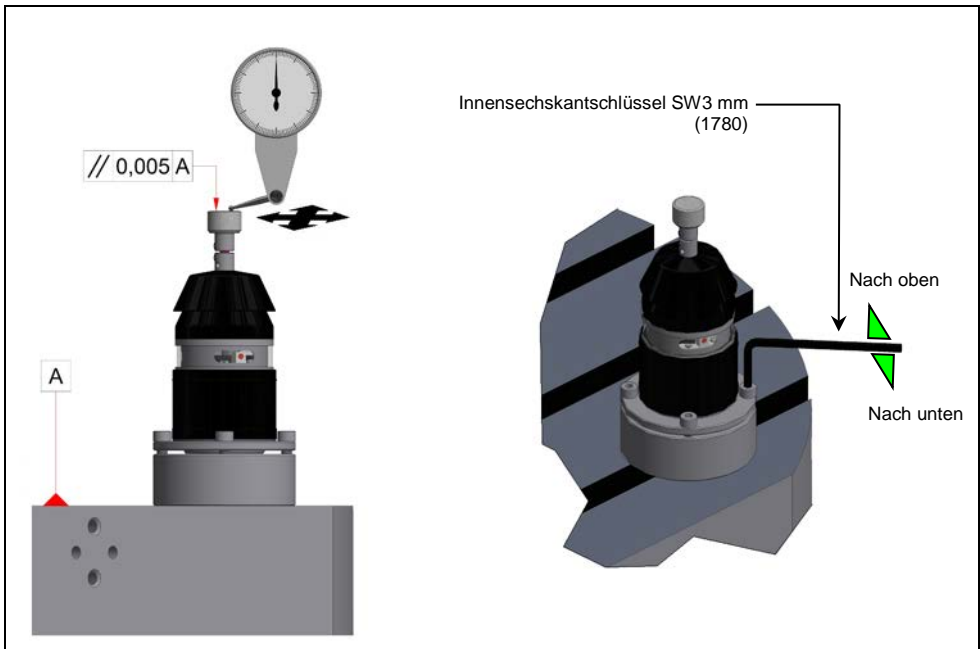

Abb. 17 Messeinsatz ausrichten
Zum Ausrichten des Messeinsatzes wird mit in der Spindel installiertem Fühlhebelmessgerät die Messfläche des Werkzeugmesssystems angefahren (manuell) und diese anschließend entlang der X-Achse und entlang der Y-Achse abgetastet. Die dabei ermittelte Abweichung muss  $<5 \mu\text{m}$  sein (siehe Abb. 17). Sollte eine höhere Abweichung ermittelt werden muss die Ausrichtung des Messeinsatzes, wie nachfolgend beschrieben, korrigiert werden.
1. Ausrichtschraube mit Innensechskantschlüssel SW3 mm drehen, um das Werkzeugmesssystem an der entsprechenden Stelle abzusenken/anzuheben und somit die Neigung zu korrigieren (siehe Abb. 17).